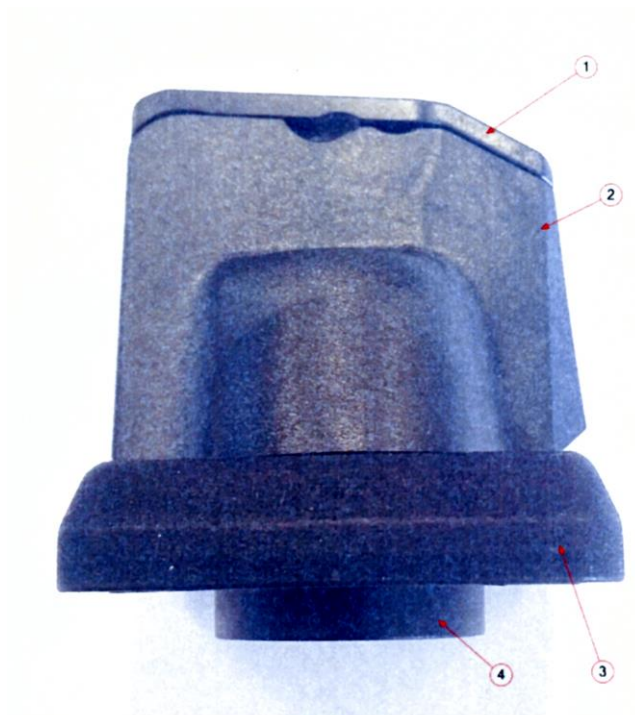

Fig. 5
- Fig. 5 – przedstawia widok rączki z prawego boku w stanie odblokowanym. Znajduje się na nim blokada rączki (1), uchwyt rączki (2), podstawa rączki (3) oraz pokrywa podstawy (4).